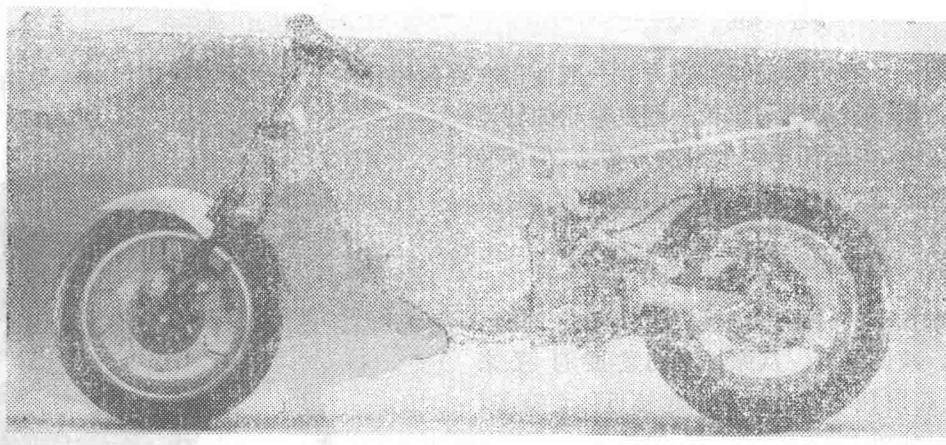

图26 铃木
③ 双框架盒式车架采用方形钢管制造，中间支撑油箱的横梁采用圆形钢管。重量轻，强度高。前叉为圆筒伸缩式减震器，后悬挂为单减震器(图26)。